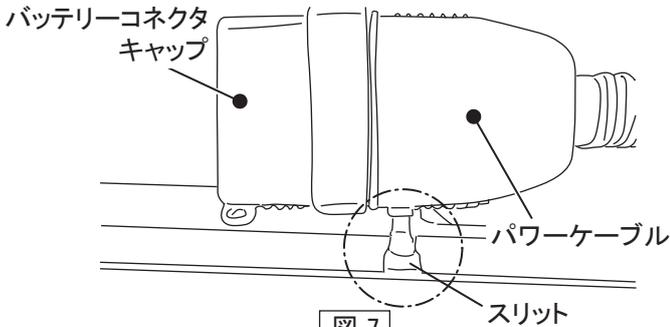

図 7
1. パワーユニットのスリットからパワーケーブル、バッテリーコネクタキャップを外します。(図7)